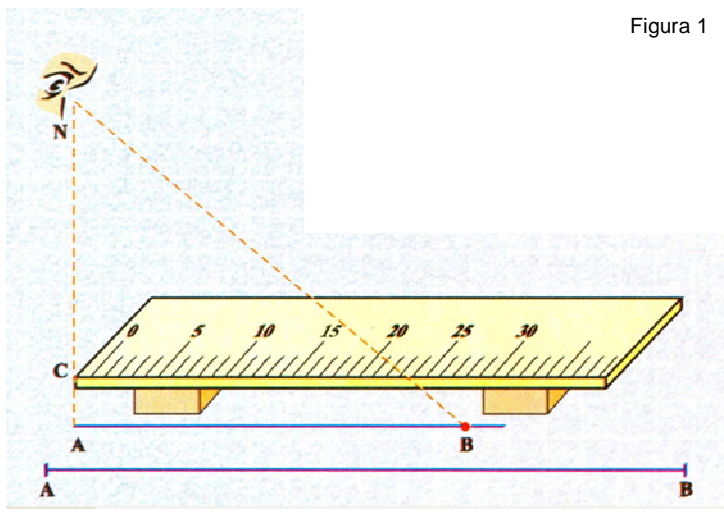

Figura 1
- De acuerdo a la figura 1 mide con la regla la longitud de la recta AB colocando tu ojo derecho en la posición N y manteniendo tu ojo izquierdo cerrado; toma la lectura en el punto B.